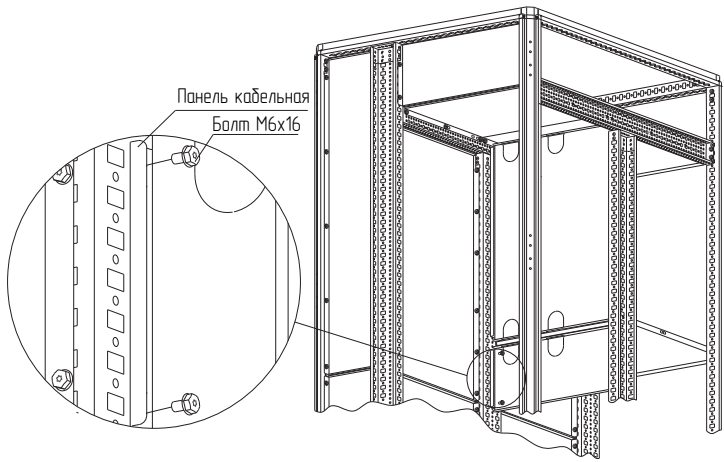

Рисунок 63
– вариант 2. Винтами М6×16. Установите панель кабельную на нужной высоте (рисунок 63) и закрепите к стойкам болтами М6×16. Момент затяжки – 7 Н·м. Болты в комплект не входят.